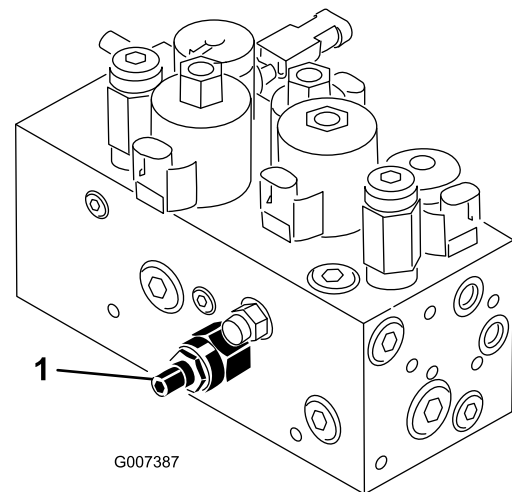

Bild 58
Der Hub-/absenkungskreis der Mähwerke ist mit einem Stromventil ausgerüstet (Bild 58). Dieses Ventil wird im Werk um ungefähr 3 Umdrehungen geöffnet. Zum Ausgleichen unterschiedlicher Hydrauliköltemperaturen und Mähgeschwindigkeiten usw. müssen Sie dieses Ventil jedoch u. U. einstellen. Gehen Sie dabei folgendermaßen vor:
1. Klappen Sie den Sitz hoch und finden Sie das Hauptregulierungsventil für das mittlere Zuggestell (Bild 58), das sich neben dem Hydraulikverteiler befindet.